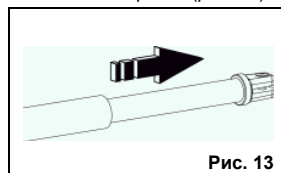

Рис. 13
4. Шток привода необходимо выдвинуть в крайнее положение (рис. 13).